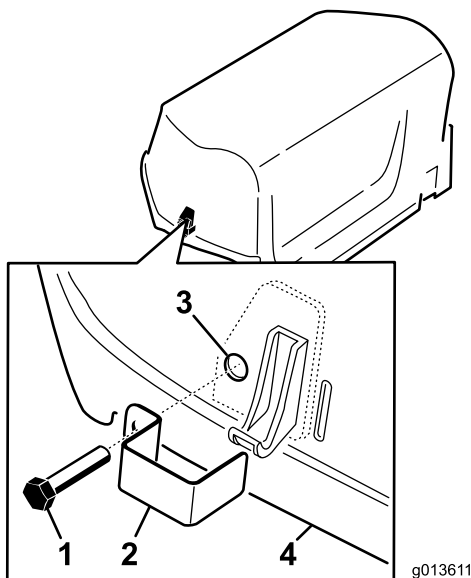

Bild 7
1. Befestigen Sie einen Sperrriegel mit einer Gewindeschraube (zwei insgesamt) über die Motorhaubenriegel an der linken und rechten Seite (Bild 7).
2. Schrauben Sie eine interne Sicherungsscheibe mit einer Zange oder einem verstellbaren Schraubenschlüssel auf jede Schraube (ein bis zwei Gewindeumdrehungen), um die Schrauben zu befestigen (**Bild 7**).